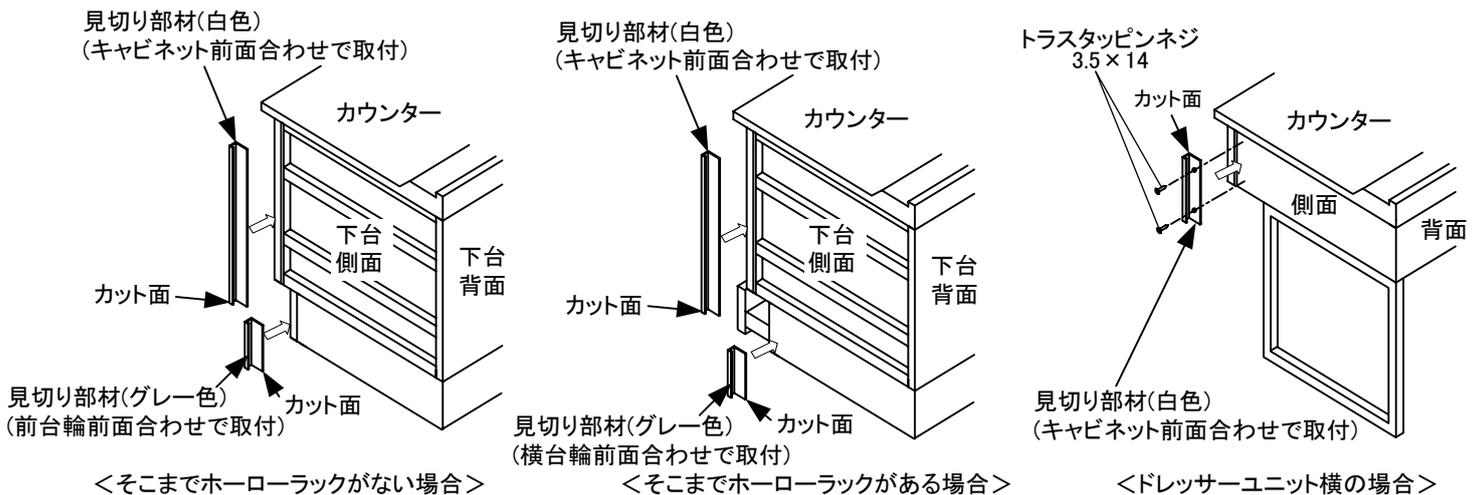

図13-14
- ② 下図にしたがって両面テープでそれぞれの見切り部材を取り付けてください。(図13-14)
※ドレッサーユニット横に取り付ける場合、ネジを併用してください。(図13-14)